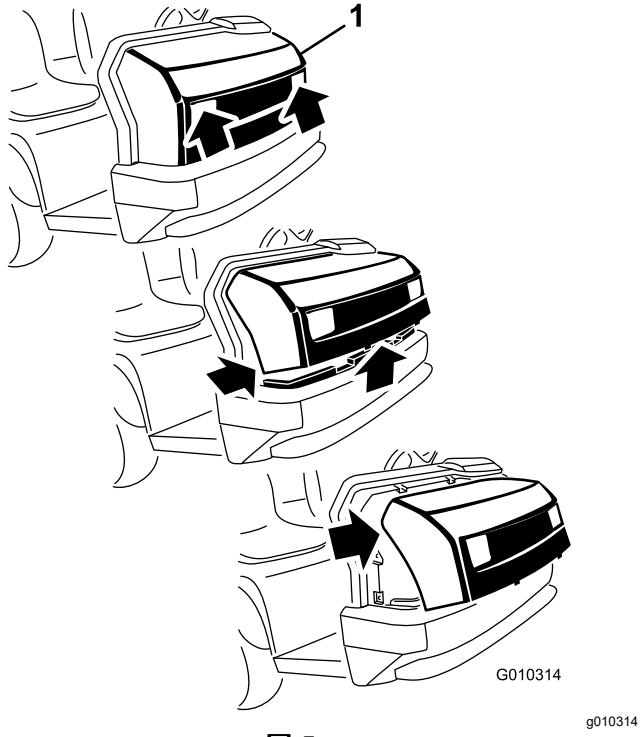

図 5
- ヘッドライトの開口部でフードをつかみ、フードを持ち上げて、下側の取り付けタブをフレームの穴から外す図5。
- フードの下側を手前に持ち上げてから下に引っ張り、上側の取り付けタブをフレームの穴から外す図5。
- フードの上側を手前に倒し、ヘッドライトからワイヤコネクタを抜く図5。